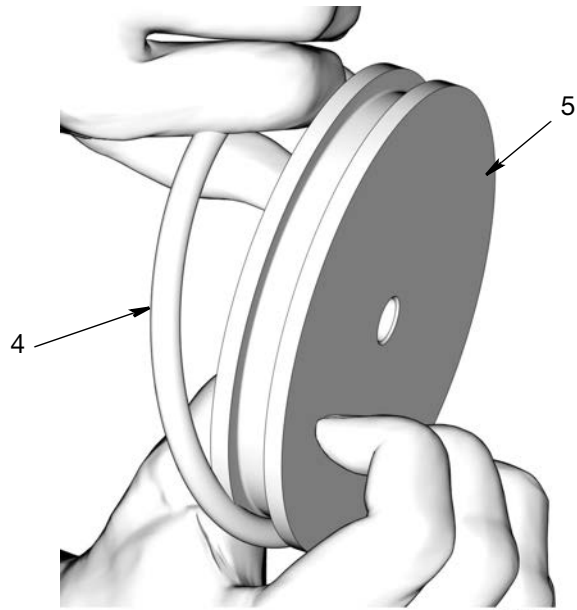

FIG. 23
- Saque la junta tórica (4) del pistón (5) (FIG. 23).